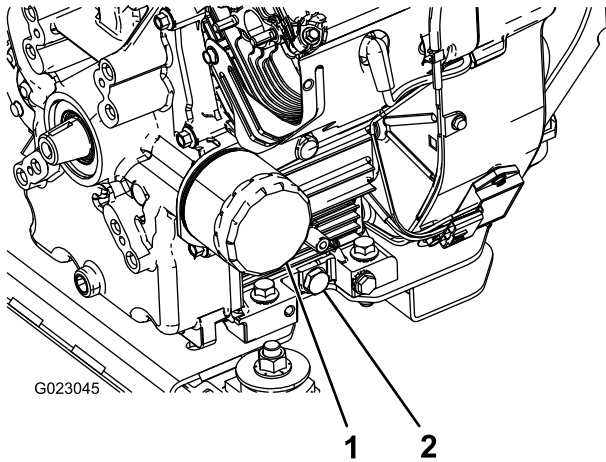

Figure 43
5. Enlevez le bouchon de vidange (Figure 43).
2. Déposez le filtre à huile (Figure 43).
5. Posez le filtre à huile de rechange sur l'adaptateur. Tournez le filtre dans le sens horaire jusqu'à ce que le joint rejoigne l'adaptateur, puis serrez-le encore de 1/2 tour (Figure 43).